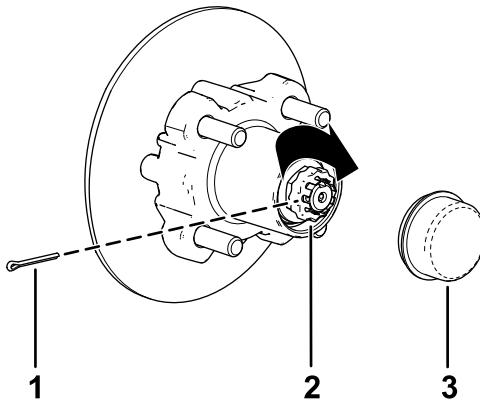

Figura 38
8. Coloque el retén sobre la tuerca y compruebe la alineación de la ranura del retén y el taladro de la chaveta del eje (Figura 38).
9. Instale la chaveta y doble las patas alrededor del retén (Figura 38).
10. Instale el tapón guardapolvo sobre el cubo (Figura 38).